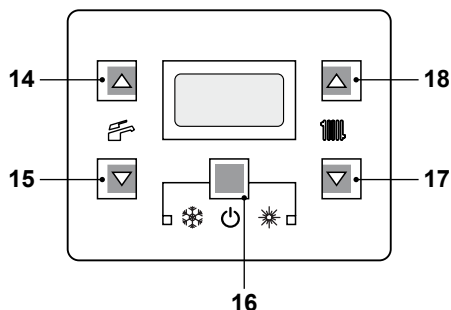
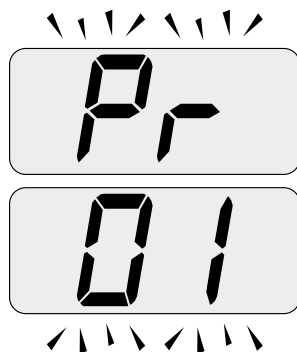

Figura 9.14
Figura 9.15
- Entre en la "modalidad de programación" pulsando simultáneamente durante 10 segundos los botones 16 - 17 - 18 (Figura 9.14) hasta que aparezcan en la pantalla LCD las letras **Pr** alternadas con el código **01**, que indican la entrada en el "parámetro 01"(Figura 9.15).
- Pulse simultáneamente los botones 17 y 18 (Figura 9.14) hasta que aparezcan en la pantalla LCD las letras **LP** alternadas con el valor de temperatura del agua de calefacción (ej. **45**), que indican la entrada en la activación de la "función deshollinador" a la potencia mínima (Figura 9.16).
- Volviendo a pulsar simultáneamente durante 10 segundos los botones 16 - 17 - 18 (Figura 9.14) se sale de la "modalidad